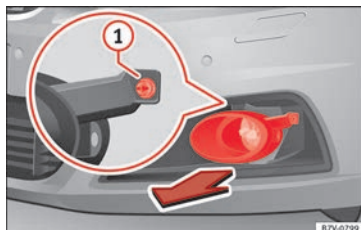

Fig. 215 En la parte derecha del parachoques delantero: desmontaje de los faros.
1. Tire de la cubierta hacia delante, en el sentido de la flecha » fig. 215.
2. Desenrosque el tornillo de fijación » fig. 215 ① con el destornillador de las herramientas de a bordo » pág. 265.
10. Apriete el tornillo de fijación » fig. 215 ① con el destornillador.
11. Coloque la cubierta en el parachoques » fig. 215.